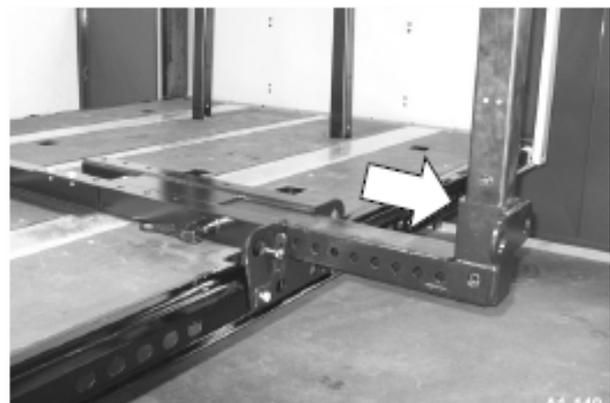

Bild 3: STEELFIX ausgezogen
- STEELFIX-Ladungssicherungseinheiten sind (soweit, wie zum Beladen erforderlich) nach den Seiten auszuziehen (Bild 3) und mit beiden Federriegeln zu verriegeln. Es ist darauf zu achten, dass beide Seiten symmetrisch ausgezogen sind.